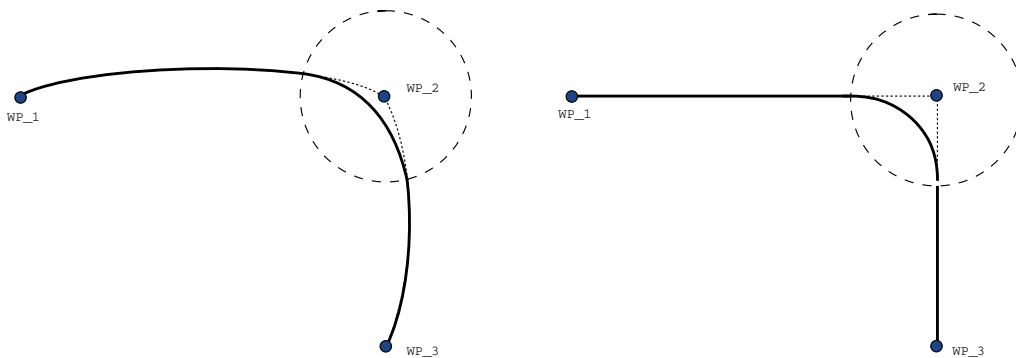

Figura 15.6: Movimento e união do espaço de articulação (MoveJ) versus o espaço cartesiano (MoveL).
- **Unições envolvendo MoveJ** Unições com MoveJ causam uma curva suave no espaço articu- lar. Isto vale para uniões de MoveJ para MoveJ, MoveJ para MoveL e MoveL para MoveJ. A união produz uma trajetória mais suave e mais rápida do que os movimentos sem uma união (ver figura 15.6). Se a velocidade e a aceleração são usadas para especificar o perfil de velocidade, a união permanece dentro do raio de união durante a união. Se usar tempo em vez de velocidade e aceleração para especificar o perfil de velocidade de ambos